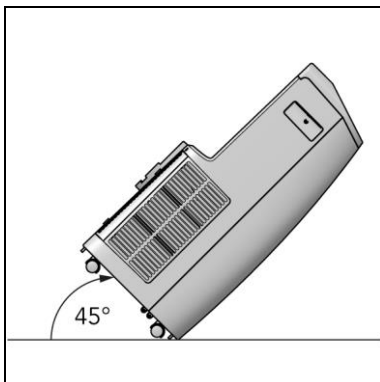

Figure 6
1. L'appareil peut être déplacé d'une pièce à l'autre. Veillez à ne pas incliner l'appareil à plus de 45 degrés. (Figure 6)